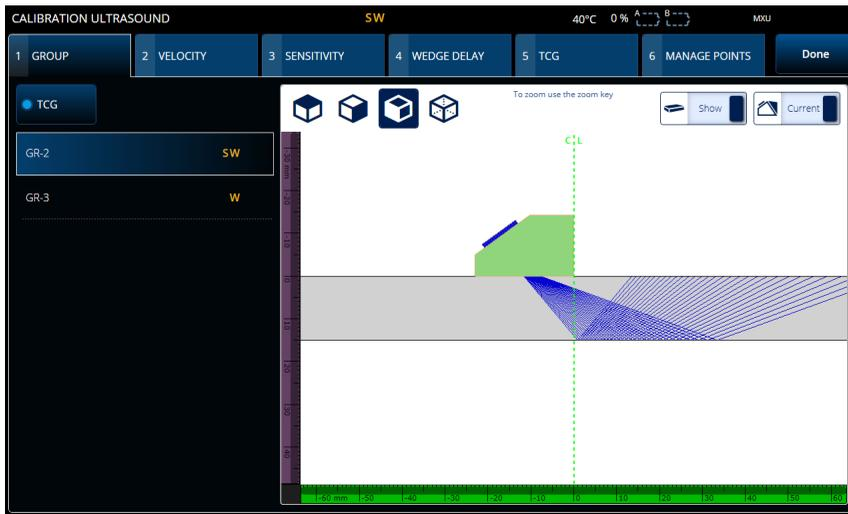

Abbildung 4-1 Calibration > Group (Justierung > Gruppe)
1. Wählen Sie  >  **Plan & Calibrate** > **Calibration Tools** (Plan & Justierung > Justierwerkzeuge) aus, um auf den **PA/UT/TFM** Justierassistenten zuzugreifen (Abbildung 4-1 auf Seite 182). Siehe „TOFD Calibration (TOFD-Justierung)“ auf Seite 203 zur Durchführung einer TOFD-Justierung. Wie beim Prüfplan-Assistenten ist der Workflow des Assistenten in mehrere Registerkarten oder Bereiche (für verschiedene Justierarten) unterteilt.
2. In der **Group** (Gruppe) Registerkarte (Abbildung 4-1 auf Seite 182), wählen Sie die Gruppe aus, die Sie justieren möchten. Wählen Sie für eine UT-Gruppe auch die zu justierende Größenbestimmungsmethode: **TCG,DAC**, oder **DGS (AVG)**.